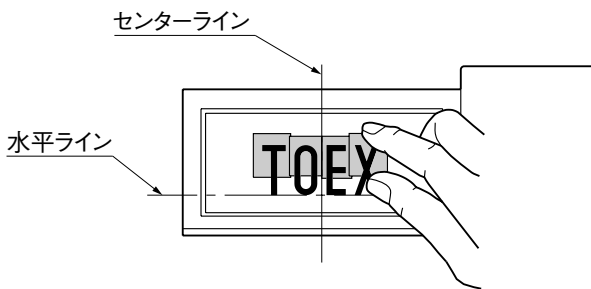

図4-3
- ③ 水平ラインと文字の位置を合わせ、文字をセンターラインから左右等間隔になるよう仮貼りしてください。(図4-3参照)